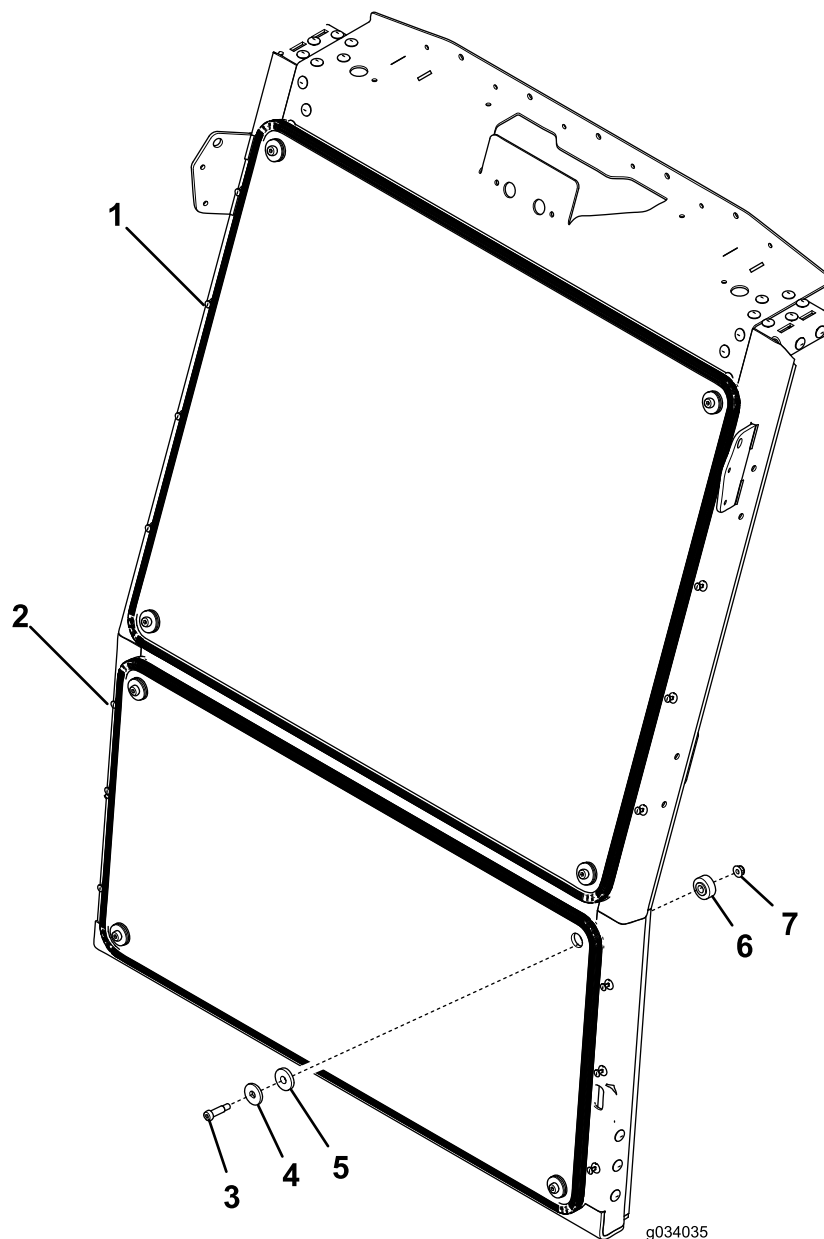

Figura 1
2. Posizionate il parabrezza inferiore e allineatelo ai fori di montaggio (Figura 1).
3. Fissate il parabrezza inferiore al telaio con i dispositivi di fissaggio, come illustrato nella Figura 1.
4. Posizionate il parabrezza superiore e allineatelo ai fori di montaggio (Figura 1).
5. Fissate il parabrezza superiore al telaio con i dispositivi di fissaggio, come illustrato nella Figura 1.